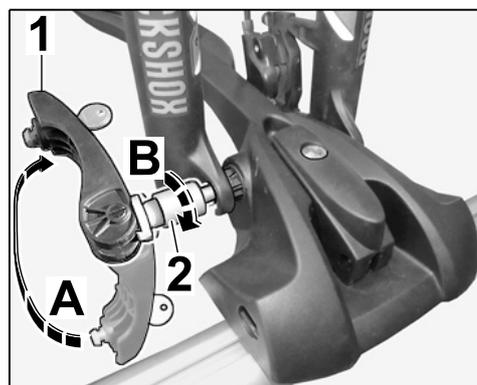

Figura 32
7.3.2 Ruotare la leva di tensione con la serratura in posizione orizzontale (⇒ *Figura 32-A*).
Ruotare la spina elastica di alcuni giri in direzione opposta alla forcella ruota anteriore (⇒ *Figura 32-B*).